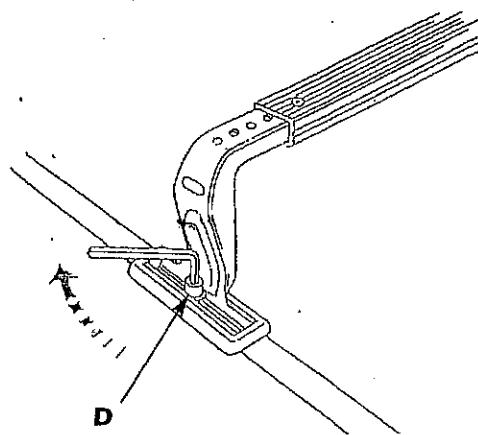

Fig.5
- (1) Posizionare barra e staffe (già preventivamente montate della lunghezza giusta) in corrispondenza del foro filettato presente sul tetto della vettura.
- (F) Positionner barre et étriers (que vous auriez déjà préparées de la juste longueur) en correspondance du trou taraudé présent sur le toit de la voiture. Insérer la vis et les deux rondelles.
- (D) Setzen Sie beide Stangen und die Bügel in der genauen Länge im voraus zusammen und setzen Sie das Ganze auf das Autodach, so daß sie mit dem Bohrlöchern übereinstimmen.
- (E) Posicionar las barras y bridas (previamente montadas con la medida justa) para que correspondan con las roscas de los agujeros ya existentes en el vehículo.
- (DK) Alle lastholderstænger og beslag samles på forhånd i den rigtige længde og læg dem på taget så det passer ud for gevind hullerne.
- ① Serrare bene la brugola **D** sul tetto come da fig.5.
- ② Screw down the Allen screw **D** on the roof as per drawing 5.
- ③ Bien serrer la vis alène **D** sur le toit (dessin 5).
- ④ Schrauben Sie die Inbusschraube **D** am Dach fest gemäß Zeichnung 5.
- ⑤ Atornille el tornillo allen **D** en el techo como el dibujo 5.
- ⑥ Umbracoskruen **D** skrues ned på taget som vist i tegning 5.